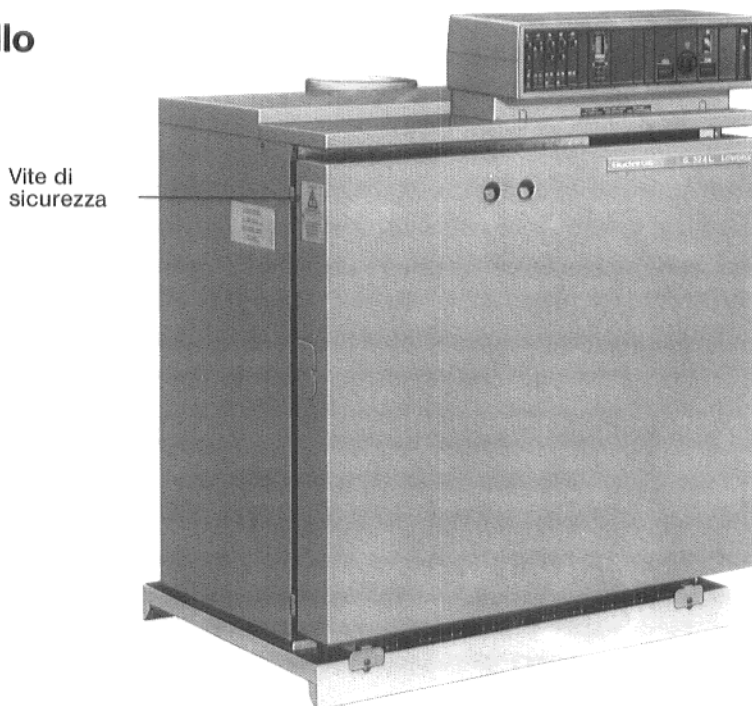

Fig. 13: GE 324L Lownox, montato
- Avvitare le viti di sicurezza laterali, sopra a destra ed a sinistra (Fig. 13).
- Fissare il portadocumenti trasparente con due viti a corredo, al pannello laterale che ne permette la migliore visibilità (Fig. 13).